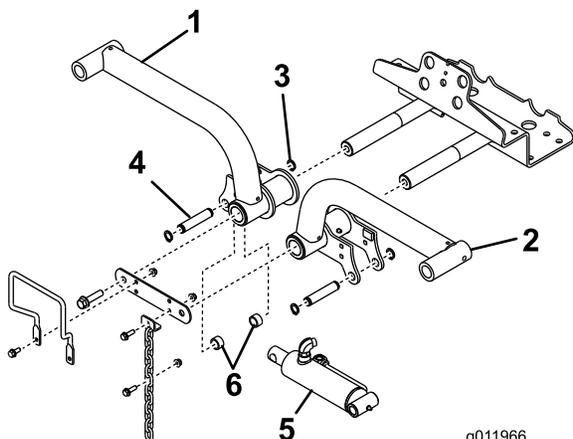

Рисунок 15
4. Вставьте подъемные рычаги в оси поворота подъемных рычагов (Рисунок 15) и закрепите каждый с помощью ранее снятых тяг оси поворота подъемного рычага и болтов.
2. Стопорное кольцо      5. Разделители (2)
6. Прикрепите правый конец подъемного цилиндра к правому подъемному рычагу с помощью штифта и двух разделителей (Рисунок 15). Закрепите с помощью стопорного кольца.